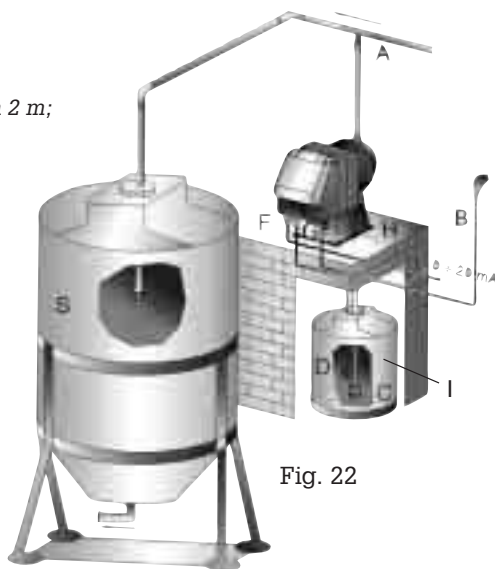

Fig. 22
9.2 - TYPICAL INSTALLATION (Fig. 22)